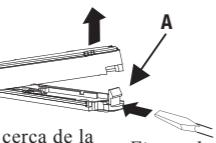

Figura 1
1. Abra el botón pulsador (Consulte la Figura 1)